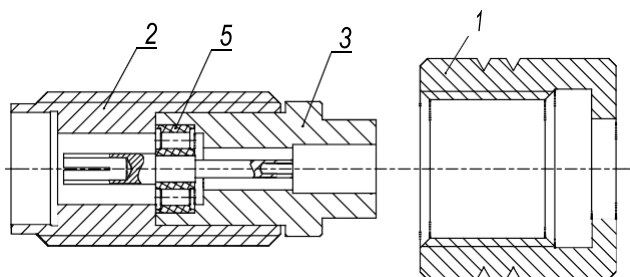

Рис. 29. Кабельный соединитель РК1-40-14Р-2 с отсоединенной стягивающей гайкой
- 1) Снимите стягивающую гайку 1 с корпуса 2 (рисунок 29); снимите корпус 2 с корпуса 3;